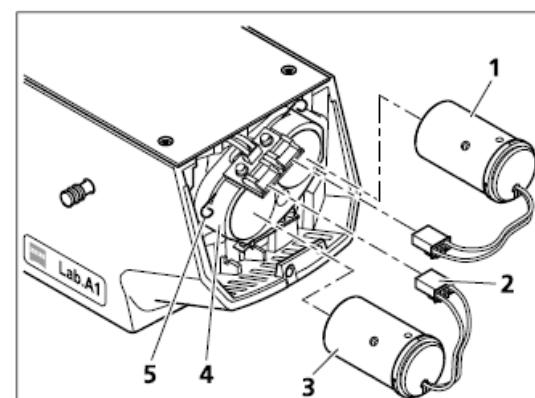

图. 3-25 安装 LED 模块
- | 向上掰开弹簧夹,将新的 LED 模块(图 3-25/5)放入位置中直至卡住位置. 松开弹簧夹,使其卡住 LED 模块.
- | 将 LED 模块的连接线(图 3-25/2)接入接线口. 并卡紧
- | 使用推拉杆将另一个 LED 换入光路,同样的方法开始安装或更换第二个 LED 模块(图 3-25/1)